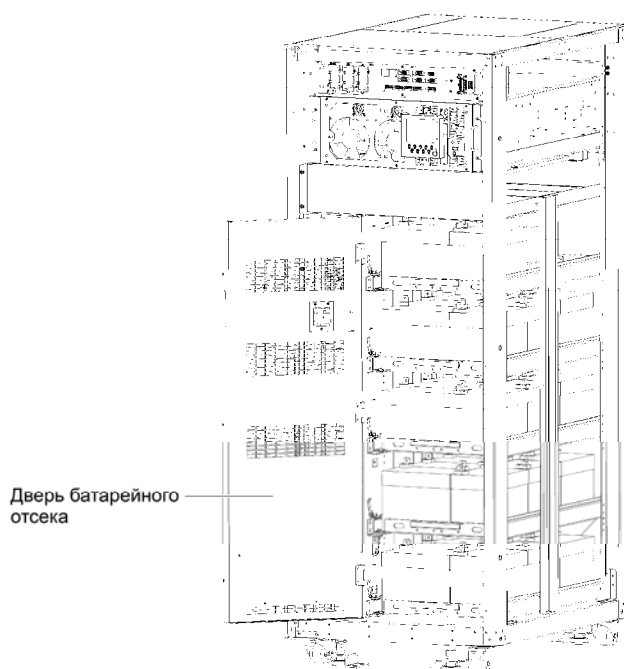

Рисунок 8-4 Открытие дверцы отсека с батареями
2. Откройте переднюю дверцу, открутите винты и откройте дверцу отсека с батареями (см. Рисунок 8-4); открученные винты следует сохранить.